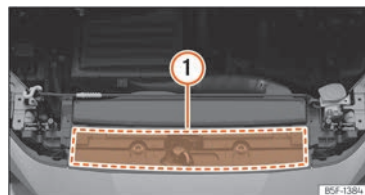

Abb. 240 Im Motorraum: Position des Aufklebers mit Motoröl-Spezifikationen
»» **[Abb. 240]** ① Bei Verwendung des empfohlenen Motoröls kann das Motoröl so oft wie erforderlich nachgefüllt werden.